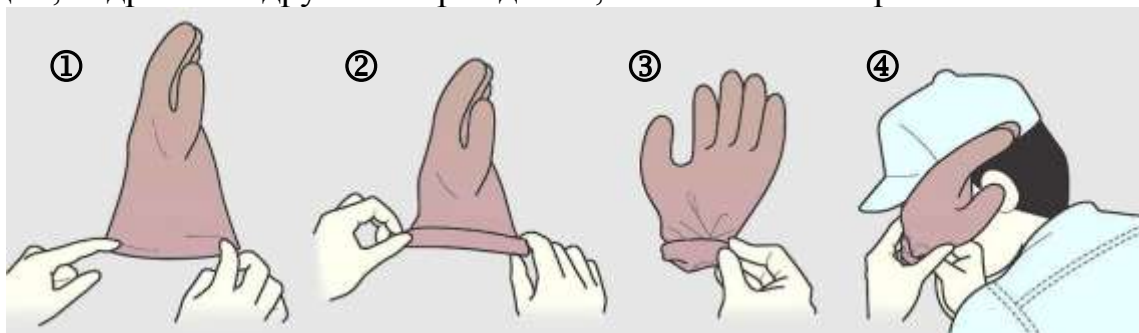

Рис. 1 – Порядок проверки диэлектрических перчаток:
3. Проверить состояние диэлектрических перчаток. Перед использованием диэлектрических перчаток убедитесь в отсутствии на них трещин, надрывов и других повреждений, как показано на рис. 1: